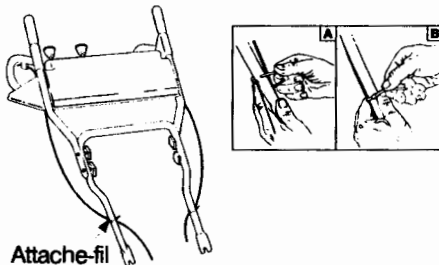

FIGURE 18
- Lorsque vous attachez les câbles des manettes, attachez les à la **partie extérieure du guidon** tel qu'indiqué. Attacher, en utilisant les attaches-fils. Coupez les bouts des attaches-fils. Voir la Figure 18.